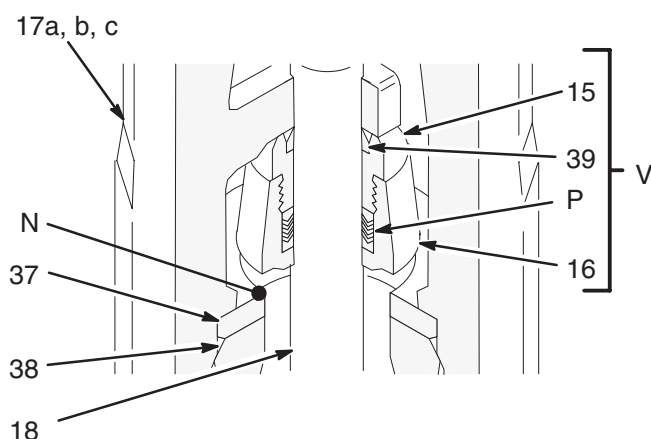

Fig. 7
5. Desenrosque el alojamiento de la válvula de admisión (17) del cilindro (10). Extraiga el alojamiento de la bomba. El conjunto de la válvula de retención de admisión (V, vea la Fig. 7) debería deslizarse bajando por el vástago del pistón de cebado (18) a medida que extrae el alojamiento; si no se desliza fácilmente, aflójele golpeando firmemente la parte superior del alojamiento (17) con una maza de goma.
- Extraiga el asiento de admisión (37) y la junta (38) situados en el fondo del alojamiento de la válvula de admisión (17). Tenga cuidado de no dejar caer el conjunto de la válvula de retención (V) a media que se libera, y sepárelo para utilizarlo más adelante. Vea la Fig. 7.
13. Para desmontar el conjunto de la válvula de retención de admisión (V), coloque el cuerpo de la válvula de admisión (16) en un torno de banco y desenrosque la tuerca prensaestopas (15). Extraiga la junta (39) de la tuerca, y los casquillos y las empaquetaduras (P) del cuerpo de la válvula. Inspeccione las superficies de acoplamiento (N) del cuerpo de la válvula de admisión (16) y del asiento (37) en busca de daños y desgaste. Vea las Fig. 7 y 13.